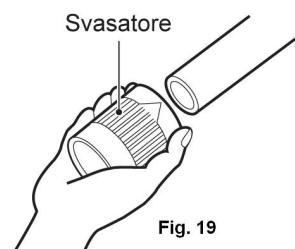

Fig. 19
- Togliere la sbavatura all'estremità del tubo con uno svasatore, in modo da ottenere una cartellatura di buona qualità (fig.19).